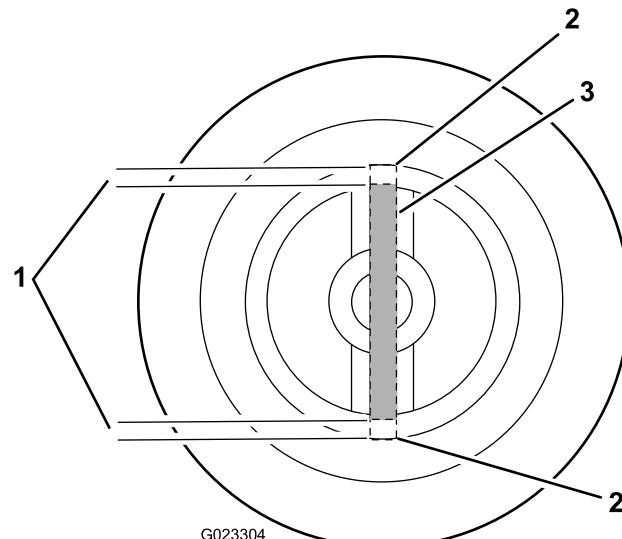

Bild 2
**Hinweis:** Zentrieren Sie den Stift in der Riemenscheibe so, dass der Abstand von jedem Stiftende zu jedem Lochende 7,6 mm beträgt, wie in Bild 2 abgebildet.